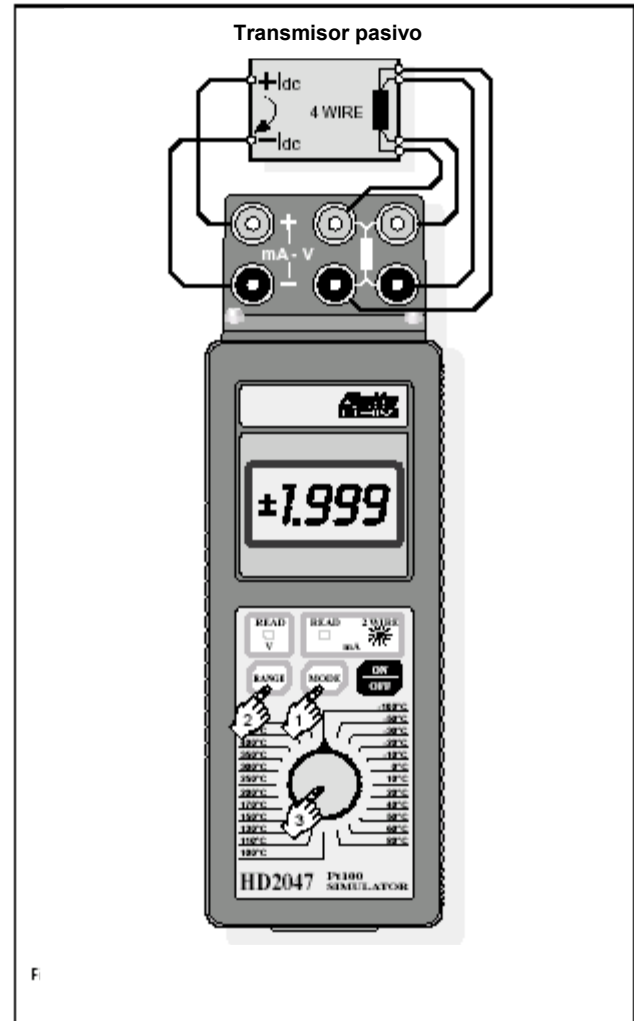

Figura 3 . Control de un transmisor pasivo con entrada Pt 100
Procedimiento (ver figura 3)
- Conectar los cables del lazo 4...20 mA a los bornes como se indica en la figura 3, manteniendo la polaridad la corriente suministrada por HD 2047 sale por el borne +